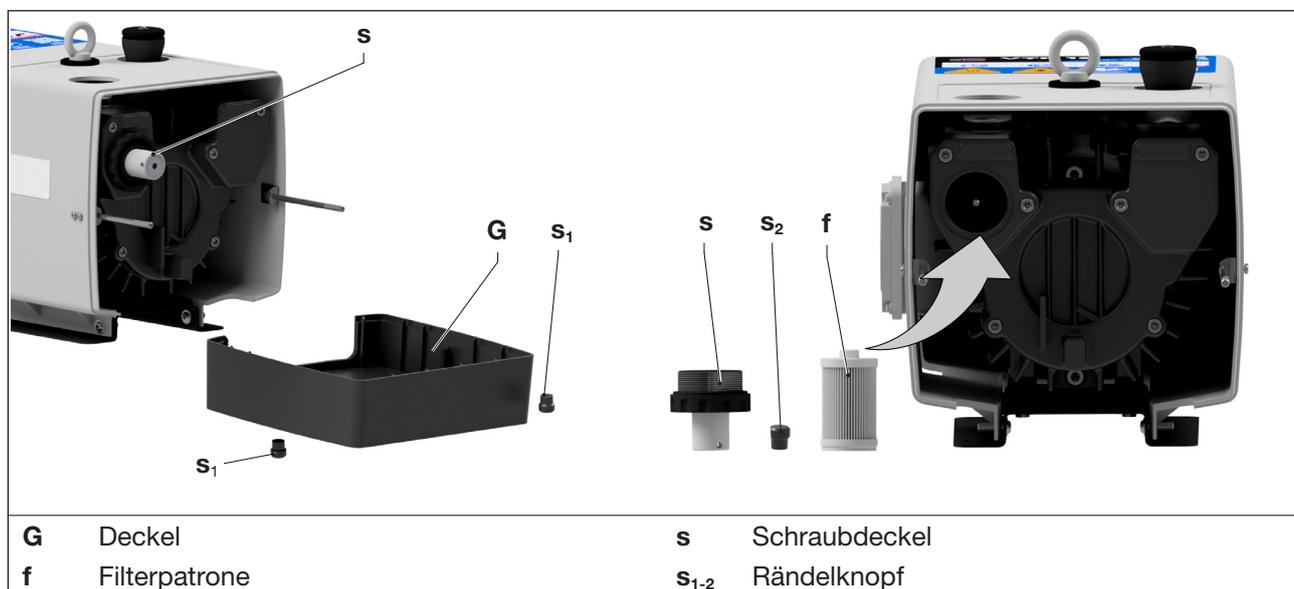

Abb. 4 Luftfilterwechsel
Die Filterpatrone (Abb. 4/f) ist monatlich, oder je nach Verunreinigung öfters, durch Ausblasen zu reinigen oder zu ersetzen. Trotz Reinigen des Filters wird sich dessen Abscheidungsgrad zunehmend verschlechtern. Deshalb sollte der Filter halbjährlich erneuert werden.
- b) Den Deckel (Abb. 4/G) nach lösen der Rändelknöpfe (Abb. 4/s1) entfernen.
- c) Den Schraubdeckel (Abb. 4/s) und Rändelknopf (Abb. 4/s2) lösen und entfernen.
- d) Die Filterpatrone (Abb. 4/f) herausnehmen und reinigen oder ersetzen.
- e) Die Filterpatrone (Abb. 4/f) in den Sauganschluss einsetzen und mit Rändelknopf (Abb. 4/s2) und Schraubdeckel (Abb. 4/s) befestigen. Rändelknopf und Schraubdeckel handfest anziehen.
- f) Den Deckel (Abb. 4/G) mit den Rändelknöpfen (Abb. 4/s1) montieren. Rändelknöpfe handfest anziehen.
- b) Den Deckel (Abb. 4/G) nach Lösen der Rändelknöpfe (Abb. 4/s1) entfernen.
- j) Den Deckel (Abb. 4/G) mit den Rändelknöpfen (Abb. 4/s,) montieren. Rändelknöpfe handfest anziehen.